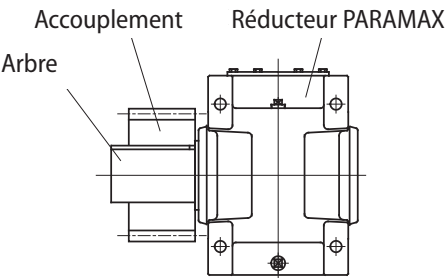

Fig. 8
(2) Par chaîne, pignon et engrenage
- Positionner le pignon et l'engrenage le plus près possible du PARAMAX DRIVE de façon à ce que le point d'application de la charge soit au plus près de la ligne médiane verticale du PARAMAX DRIVE (fig. 8).